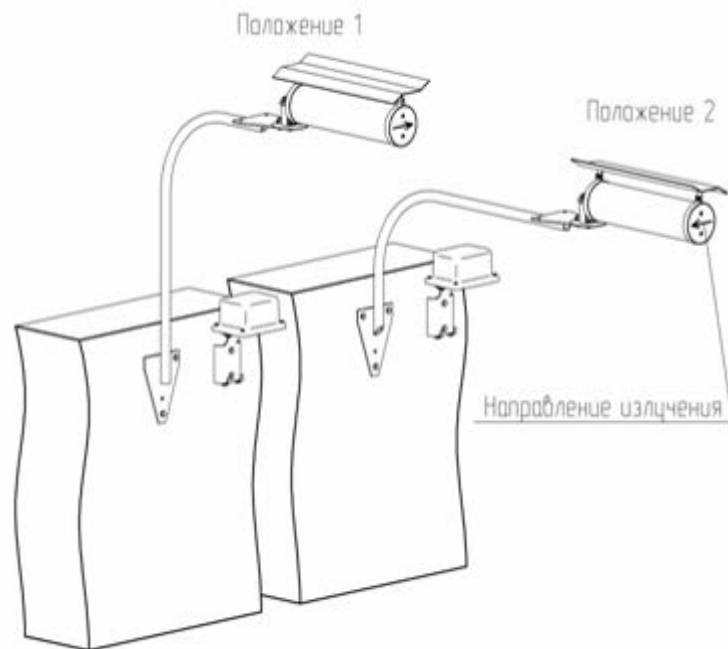

Рисунок 1 - Разнесение блоков смежных участков
- создание непрерывной зоны обнаружения (как на прямолинейных, так и на угловых участках ЗГР) обеспечивается специальными кронштейнами за счет формирования зон перекрытия (рис. 1);
Блоки извещателей «Предел-200-К» («Тантал-200-К») устанавливаются на специальные кронштейны. Конструкция кронштейна обеспечивает разнос в пространстве блоков смежных извещателей за счет разной длины плеч кронштейна при одинаковой высоте установки оснований кронштейнов. Кронштейны смежных участков должны быть закреплены так, чтобы оси ЗО этих участков были разнесены в пространстве по каждой из осей на расстояние не менее 8 см (см. рис. 1). Металлорукав рекомендуется пропустить через трубу кронштейна.